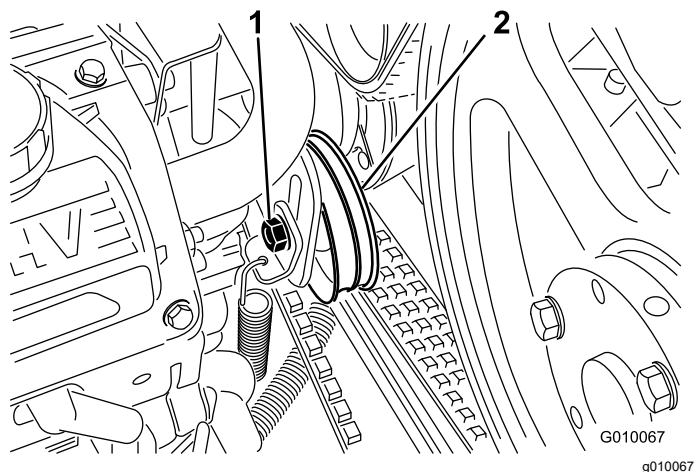

**Figura 58**
- Togliete i due dadi di montaggio del carter della pompa e rimuovete il carter (Figura 58).